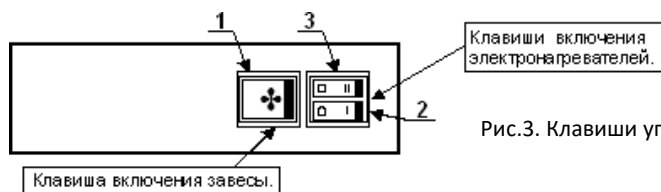

Рис.3. Клавиши управления прибором
2. Включение. Установите клавишу 1 в положение \* (см. рис. 3), при этом начинает работать вентилятор. Нажатие на любую из клавиш 2 или 3 включает половину мощности. Режим полной тепловой мощности включается нажатием на обе клавиши 2 и 3.